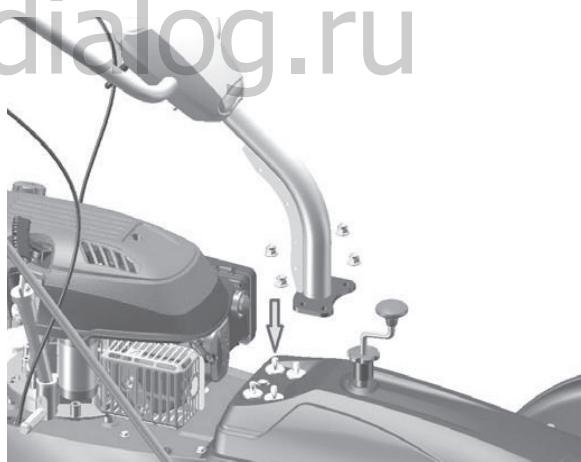

Рис. 4
1. **Установка рукоятки.** Установите рукоятку на площадку установки и закрепите гайками (Рис.4).
- 2. Установка рукоятки поворота щетки.** Закрепите рычаг гайкой с пружиной и шайбой и установите рычаг в держатель (Рис.4).